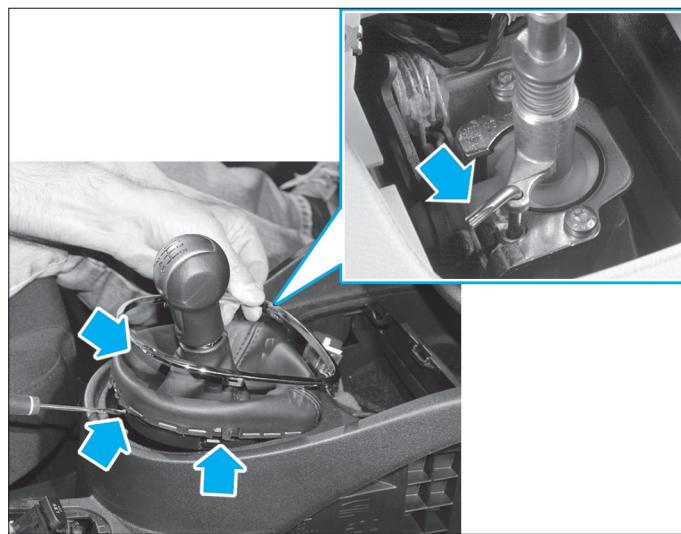

Fig. 14
- Dégrafer l'enjoliveur de levier de vitesses et le rabattre vers le haut (**Fig.14**).